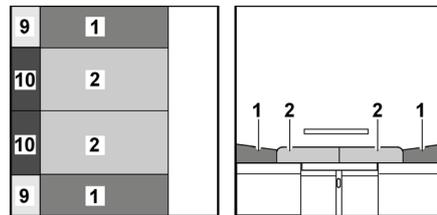

Bild 141 Nach dem Umbau
- Die Sitzpolster (Bild 141,2) nach vorn und zur Mitte ziehen.
- Die Rückenpolster (Bild 141,1) zwischen die Sitzpolster und die Wand legen.
- Die Zusatzpolster (Bild 141,9) zwischen die Rückenpolster und die Wand legen.
- Die Zusatzpolster (Bild 141,10) zwischen die Sitzpolster und die Wand legen.
- ▷ Je nach Modell müssen an Stelle des zweiten Rückenpolsters (Bild 141,1) und des zweiten Zusatzpolsters (Bild 141,9) zwei kleinere Zusatzpolster eingelegt werden.